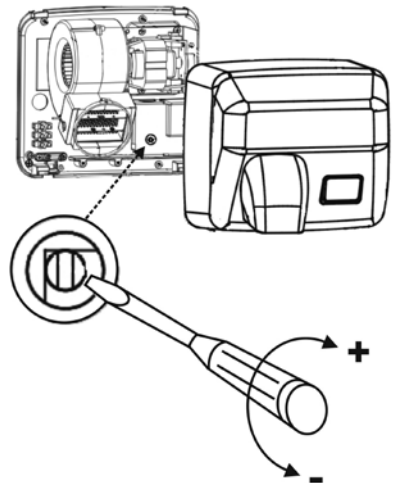

Fig. 3
- (Figure 3) Sans retirer complètement le couvercle métallique frontal, accédez au régulateur de sensibilité à l'aide d'un petit tournevis. Si l'appareil fonctionne en continu, vous devrez réduire sa sensibilité (-). Dans le cas contraire, si l'appareil ne détecte pas les mains facilement, il faudra l'augmenter (+).